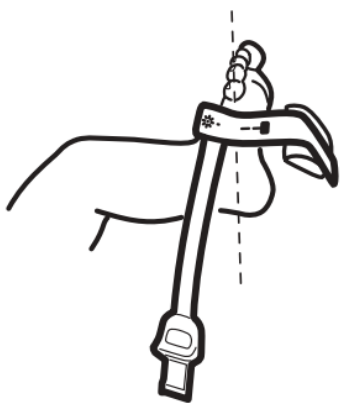

Fig. 15-9 Colocación sensor NEO/PT.
2. Consulte la Fig. 15-9. Oriente el cable del sensor hacia el tobillo (o la muñeca). Coloque el sensor alrededor del aspecto lateral del pie (o la mano), alineado con el cuarto dedo del pie (o de la mano). Es necesario que la ventana del detector quede completamente cubierta para garantizar la obtención de datos precisos.